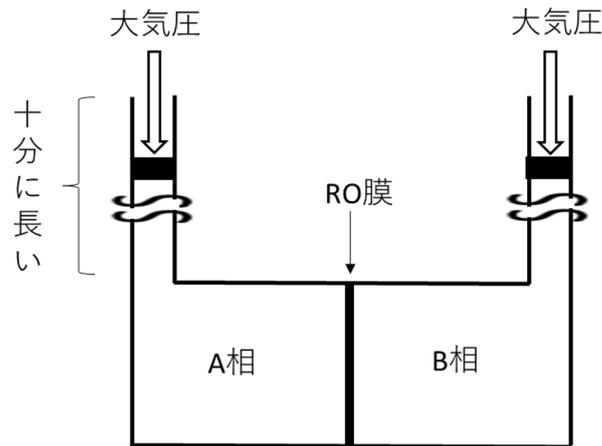

図 2.測定容器
- (1) 図 2 で示す容器を用いて, A 相にモル濃度 0.01mol/L の塩化ナトリウム水溶液, B 相に水を入れて, RO 膜を介して大気圧下で接触させた。ただし, 容器の容量は溶液に対して十分な大きさがある。膜は圧力により変形しない。水分子は RO 膜を透過するが塩化ナトリウムは透過できないとする。十分に時間が経過した後容器内の液体にどのような変化が生じるか, 「ケミカル (化学) ポテンシャル」と「浸透圧」を用いて定性的に説明せよ。(日本語 200 字程度)
- (2) 図 2 の A 相にモル濃度 0.01mol/L のショ糖水溶液, B 相にモル濃度 0.01mol/L の塩化ナトリウム水溶液を入れて, 大気圧下で RO 膜 を介して接触させた。十分に時間が経過した後容器内の液体にどのような変化が生じるか, 熱力学の観点から定性的に説明せよ。(日本語 150 字程度)
- (3) 図 2 の A 相にモル濃度 0.01mol/L のショ糖水溶液, B 相にモル濃度 0.01mol/L の塩化ナトリウム水溶液を入れて, 大気圧下で MF 膜 を介して接触させた。十分に時間が経過した後容器内の液体にどのような変化が生じるか, 「孔径」, 「拡散」を用いて定性的に説明せよ。(日本語 150 字程度)
- (4) 次に示す膜を使った具体的な使用例を, その膜が適する理由とともに説明せよ。
- ① NF 膜 (日本語 100 字程度)
- ② UF 膜 (日本語 100 字程度)
- ③ MF 膜 (日本語 100 字程度)